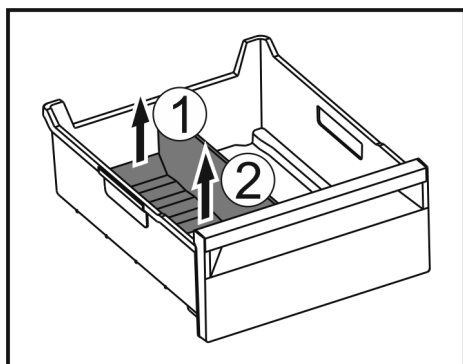

Fig. 232
- ▶ Zvedněte zadní část přepážky přihrádky na led. Fig. 232 (1)
- ▶ Přepážku přihrádky na led vyjměte nahoru. Fig. 232 (2)